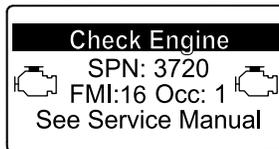

Figura 65
- Advertencia del motor SPN 3720, FMI 16 (Figura 65)